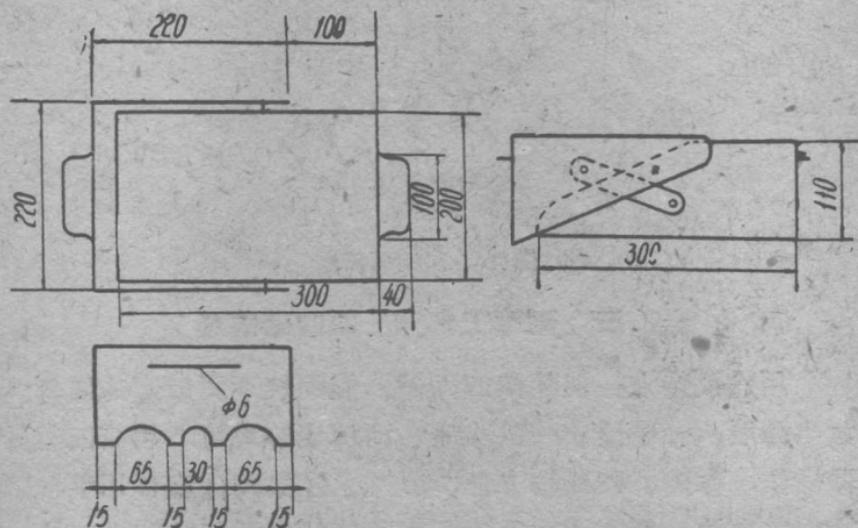

图4 联合鋪灰器图
2. 联合鋪灰器：这种鋪灰器分为鏟灰和鋪灰两部分，用24号白鉄制成，形状如簸箕（见图4）。中間夹一鉄板，用鉚釘連接成一体。鋪灰部分有三个槽，中間的槽口較小，两边的槽口稍大些。